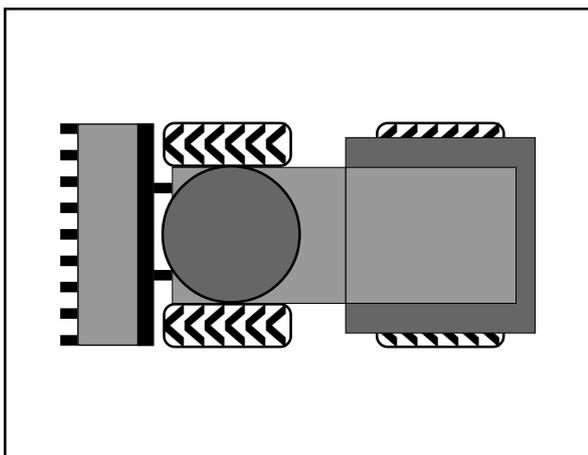

Bild 4-4a
- Alle vier Räder müssen gleich groß sein und die gleiche PR-Zahl haben (Ply-Rating-Zahl = Anzahl der Gewebelagen). Laufrichtung, falls vorhanden, siehe Bild 4-4a.
(14) Radmuttern von Hand aufschrauben.
(15) Vorder-/Hinterachse mittels Wagenheber wieder ablassen.
(16) Radmuttern mit Drehmomentschlüssel (600 Nm) anziehen.